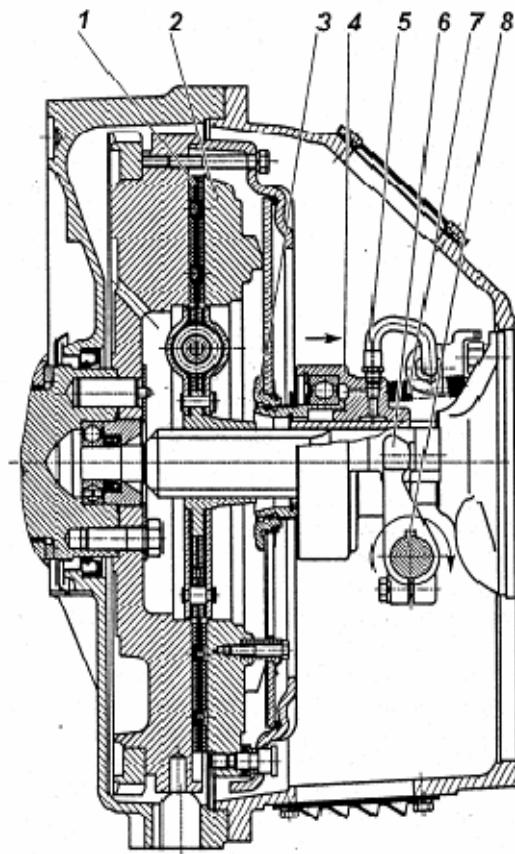
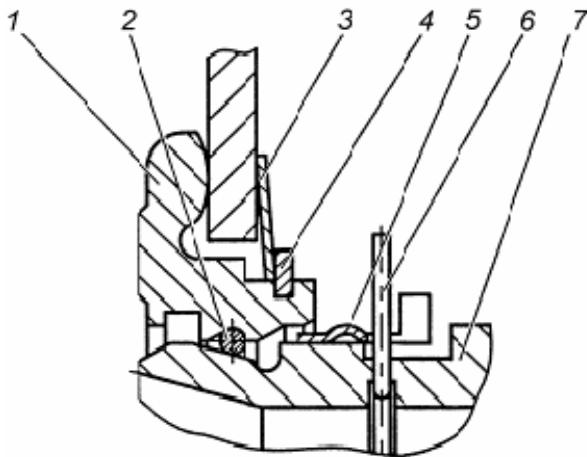

Рис. 91. Сцепление:
Рис. 93. Запорное устройство:
Диафрагменное сцепление (рис. 91) состоит из ведущих и ведомых частей, а также деталей механизма выключения сцепления, устанавливаемых в картер сцепления.
Механизм выключения сцепления состоит из муфты 4 (рис. 91) с подшипником, вилки 6 и валика 8. Муфта соединена через упорное кольцо 3 с диафрагменной пружиной с помощью запорного устройства.
Оттяжная пружина 7 (рис. 91) исключает проворот и осевые перемещения втулки 7 (рис. 93) относительно упорного кольца 1 (рис. 93). По мере износа фрикционных накладок муфта выключения сцепления 4 (рис. 91) перемещается вместе с пружиной в сторону маховика, при этом конструкция привода выключения сцепления автомобиля или другого транспортного средства обеспечивает поворот вилки 6 (рис. 91) по часовой стрелке после выбора зазора между лапками вилки и муфтой за счет периодической регулировки привода или постепенный поворот за счет конструкции гидропривода.
Конструкция запорного устройства показана на рис. 93. Она включает в себя упорное кольцо 1, втулку подшипника муфты 7 с фасонной канавкой, пружинное кольцо 2 круглого сечения, а также замковое кольцо 5. Упорное кольцо 1 устанавливается на диафрагменную пружину при сборке нажимного диска с кожухом и удерживается за счет пружинной шайбы 3 и стопорного кольца 4. На рисунке муфта заперта (соединена) с упорным кольцом. Внутри втулки подшипника муфты 7 установлено предохранительное кольцо 6, имеющее снаружи выступающий ус, препятствующий случайному рассоединению муфты выключения сцепления и упорного кольца 1.
Выключение сцепления обеспечивается поворотом вала по часовой стрелке. Допустимое направление перемещения муфты и поворота вала для выключения сцепления показано на рис. 91 стрелками. Перемещение муфты и поворот вала в обратном направлении не допустимо.
- 5 С помощью специальной оправки сцентрировать кольцо 3 (рис. 91) относительно оси коленчатого вала двигателя.
- 2 Убедиться что муфта выключения сцепления отведена до упора в крышку подшипника первичного вала коробки передач пружиной 7 рис. 91.
Проверка качества установки сцепления (отсутствие "ведения", контроль величины крутящего момента на валу вилки) осуществляется на неработающем двигателе. Для этого необходимо повернуть вал вилки на угол $9^{\circ}30'...11^{\circ}$ по часовой стрелке, что соответствует перемещению муфты на 11...13 мм от двигателя. При этом выходной вал коробки передач, при включенной передаче, должен вращаться при приложении крутящего момента не более 5 Н·м (0,5 кгс·м). Поворот вала вилки выключения сцепления по часовой стрелке показан на рис. 91.
- 4 Совместить полукруглый паз на муфте выключения сцепления в передней ее части с выступающим усом предохранительного кольца 6 (рис. 93) и, утопив его каким-либо предметом, удерживать в утопленном положении через центральное отверстие муфты выключения сцепления.